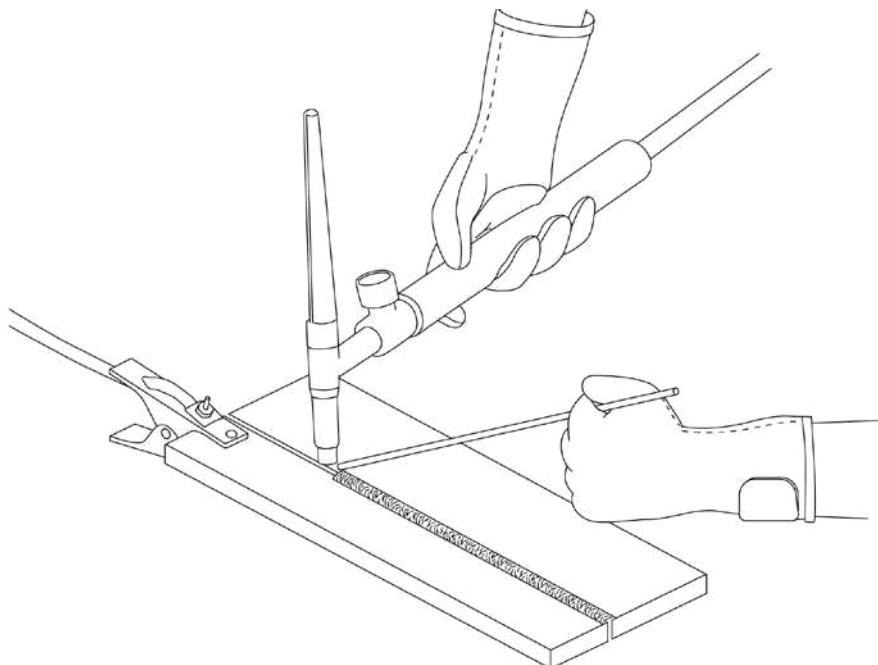

Рис. 11.5. Перед началом работы.
- 5.** Начинайте сварочный процесс (См. рис. 11.5).
Перед началом работы не забудьте проверить следующее (См. рис. 11.5):